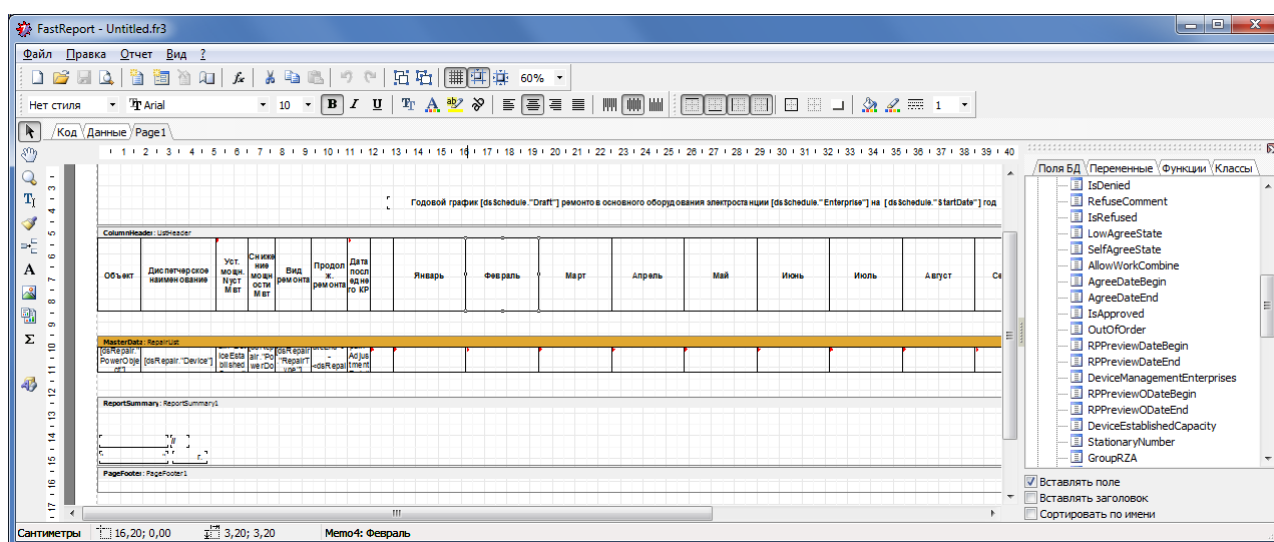

Рисунок 7.24 – Форма редактирования шаблона отчетов
- 3) В открывшейся форме редактирования шаблона отчетов (Рисунок 7.24) отредактировать шаблон (описание наборов данных и правила редактирования шаблонов отчетов описаны в документе «Руководство разработчика. Отчетные формы»).